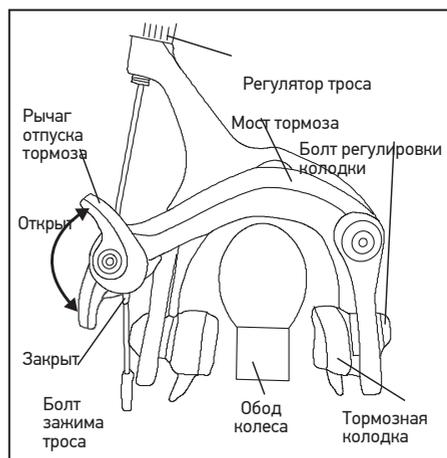

Рис. 19: Рычаг клещевого тормоза
- Рычаг клещевого тормоза (Рис. 19). Не для всех моделей.
- Клещевой тормоз (Рис. 19)
Клещевой тормоз (Рис. 19):
После установки колес клещевой тормоз активируется при помощи установки рычага тормоза в положение «закрыто» (см. Рис. 19). Чтобы ослабить клещевой тормоз установить рычаг тормоза в положение «ореп» (открыто). Перед поездкой проверить, что рычаги тормозов зажаты и что тормоза эффективно работают. Информация касательно регулировки тормозов представлена в разделе Тормоза на странице 35. Перед поездкой всегда проверять, что рычаг ослабления тормозов находится в закрытом положении.
- Для велосипедов с клещевыми тормозами см. Рис. 19.